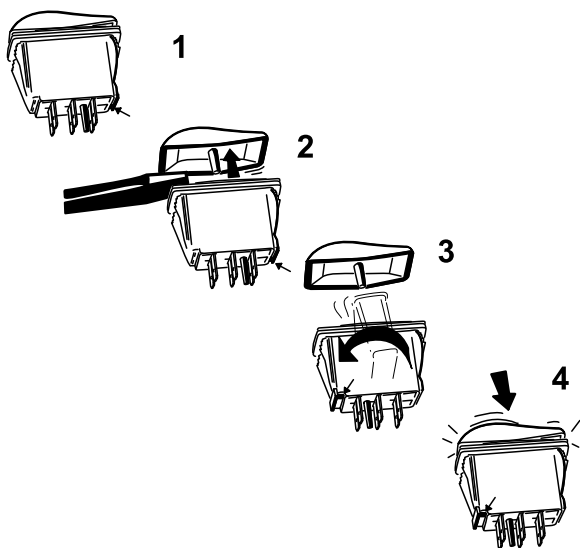

Bild 22
- B. Entfernen Sie die Abdeckung des Kippschalters vorsichtig mit einem flachen Schraubenzieher oder ähnlichem Werkzeug (Bild 22).
C. Halten Sie die Schalterabdeckung fest und drehen Sie das Schaltergehäuse um 180 Grad, sodass die Steckerkerbe vorne links ist (Bild 22).
D. Drücken Sie die Abdeckungen des Kippschalters auf die Schaltergehäuse in dieser neuen Ausrichtung, bis sie einrasten (Bild 22).